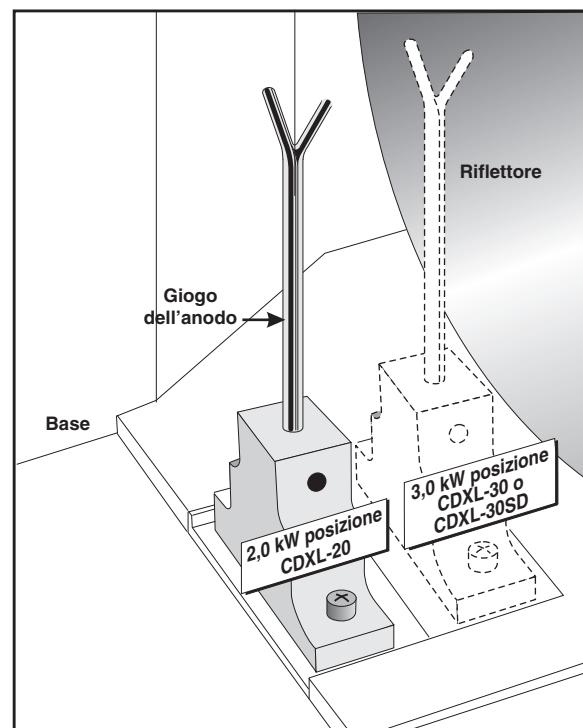

Figura 2-9 Posizione del giogo dell'anodo
- La lampada è installata con il giogo dell'anodo nella posizione corretta per il tipo di lampada. Vedere **Figura 2-9**.